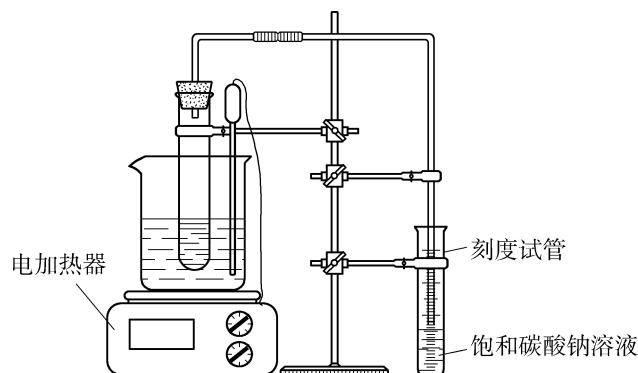

图13.1 制备乙酸乙酯的实验装置
(1) 在试管中加入3 mL无水乙醇，将试管放在冰水浴中，然后一边振荡试管，一边慢慢滴加2 mL浓硫酸，再加入2 mL冰醋酸，混合均匀。稍冷后加几粒沸石(或碎瓷片)，塞上带导管的橡胶塞。
(2) 把试管放入盛有热水的烧杯中，用铁夹将其固定在铁架台上。
(3) 在刻度试管中加入3~4 mL含有酚酞的饱和Na₂CO₃溶液。
(4) 按图13.1所示连接装置，将导管右侧的一端伸入刻度试管液面上方2~3 cm处。
(5) 用控温电加热器小心均匀加热(控制水浴温度约95℃)，反应产生的蒸气经导管(在空气冷凝下)通到饱和Na₂CO₃溶液液面上，计时10 min，观察实验现象。
(6) 反应停止后，用手煽动刻度试管口，闻收集产物的气味，观察并记录上层油状液体的体积。
(7) 轻轻振荡刻度试管，使油水两相混合，然后静置分层，闻产物的气味，再观察并记录上层油状液体的体积。